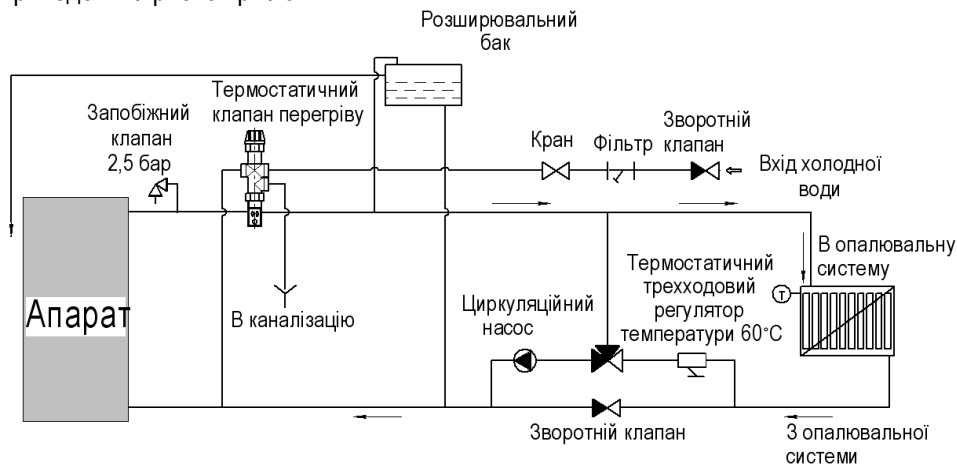
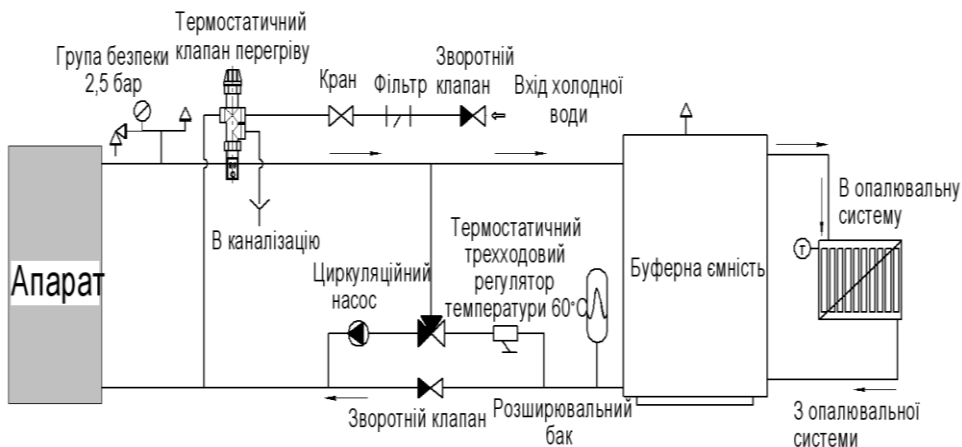

Рис. 5. Рекомендована схема приєднання апарата до відкритої системи опалення
Рис. 6. Рекомендована схема приєднання апарата до закритої системи опалення
**УВАГА!** При першому розпалі апарата, коли вода в системі не прогріта, можливе природне випадання конденсату в середині апарату. Після прогрівання конденсат зникає. Для зменшення утворення конденсату використовуйте одну із рекомендованих схем підключення апарата до системи опалення (Рис.5 або Рис.6).
2.2.2.2.3 Рекомендовані схеми під'єднання апарата до системи опалення приведені на рис. 5 і рис.6.